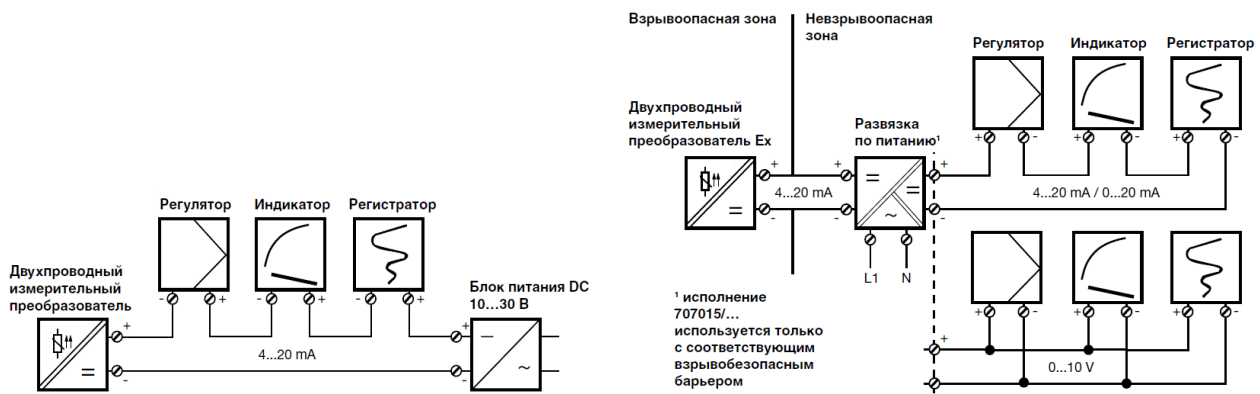

Рис.2
2.2.9 Схема подключения ТС с вторичным преобразователем приведена на рис.2 (слева дана схема для общепромышленного исполнения, справа для взрывозащищенного).